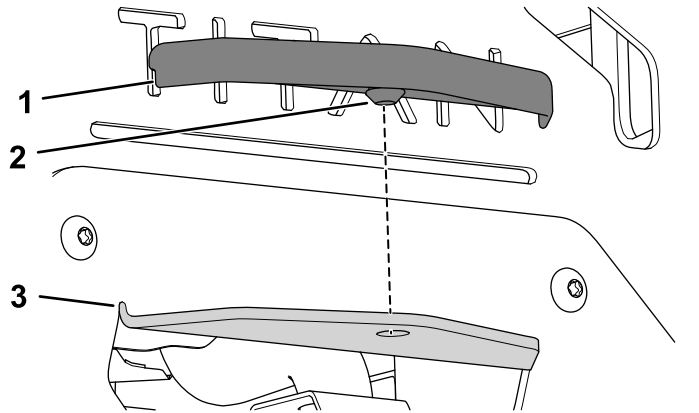

Figura 20
2. Allineare il coperchio dell'attacco sull'attacco e premetelo in posizione (Figura 20).